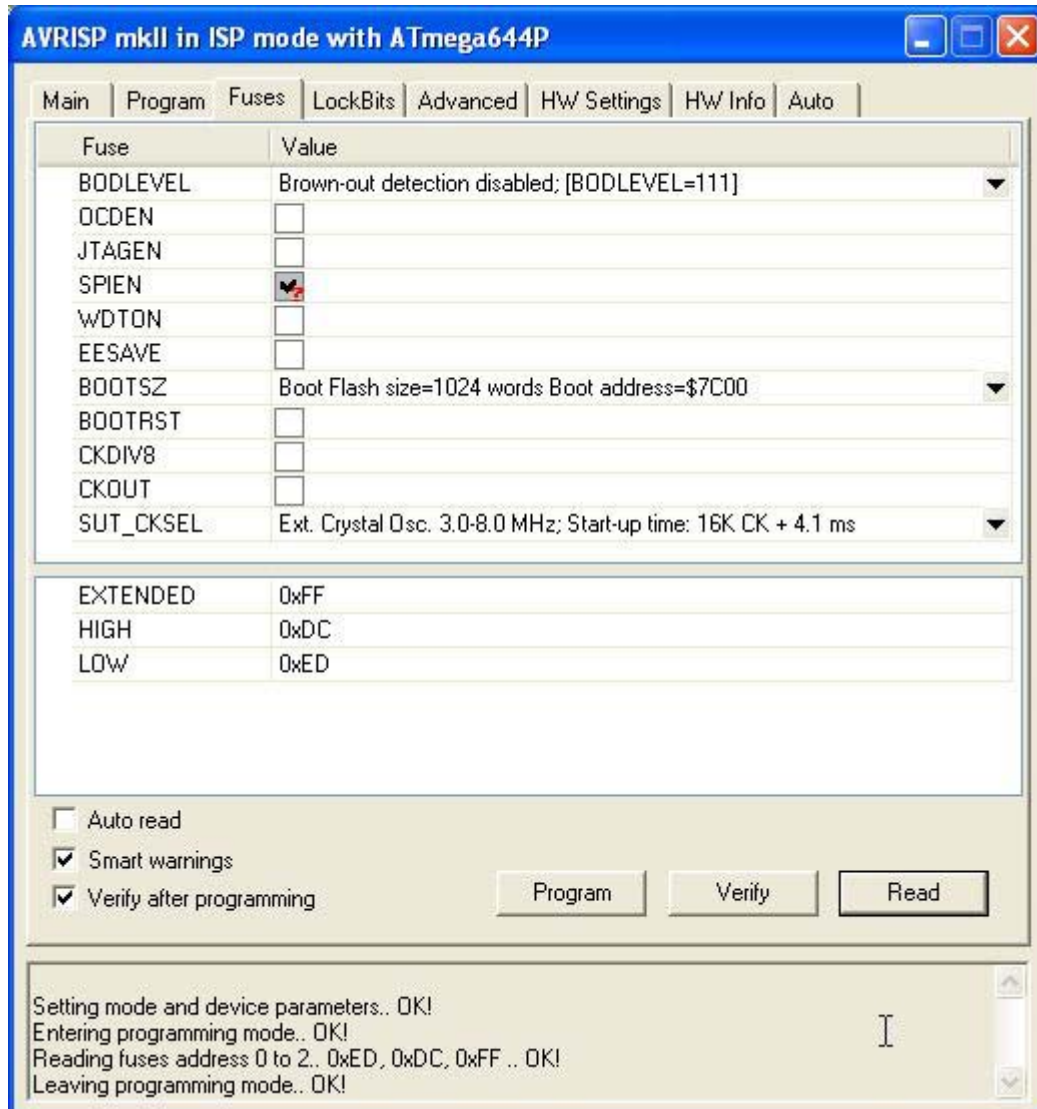

FIGURA D7: IMPOSTAZIONI AVR STUDIO PER AVRISP MK II (3 DI 4)
- k) Nella sotto finestra *Fuses* impostare i fusibili di configurazione a seconda delle esigenze dell'applicazione utente. Si ricorda che tali fusibili influiscono sul funzionamento del Mini Modulo e devono essere impostati con estrema attenzione, pena il malfunzionamento dell'intero sistema. La figura D7 riporta la configurazione consigliata da **grifo®** per i demo della **GMM AM1284**, mentre quella fornita di base, abilita il Bottloader con il fusibile *BOOTRST*.
- l) Nella sotto finestra *Fuses* impostare i fusibili di configurazione a seconda delle esigenze dell'applicazione utente. Si ricorda che tali fusibili influiscono sul funzionamento del Mini Modulo e devono essere impostati con estrema attenzione, pena il malfunzionamento dell'intero sistema. La figura D7 riporta la configurazione consigliata, a cui per il **JTAGICE mk II** deve essere aggiunto lo spunto delle voci *OCDEN* e *JTAGEN* per mantenere attiva l'interfaccia JTAG del micro. Quella invece fornita di base da **grifo**[®], non attiva questa interfaccia ma il Bootloader, con il fusibile *BOOTRST*.